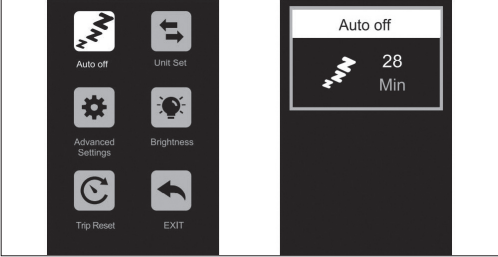

Figura 4-1
- Auto Off:** Dacă accesați această setare, puteți ajusta timpul de oprire automată, așa cum este arătat în (Figura 4-1).